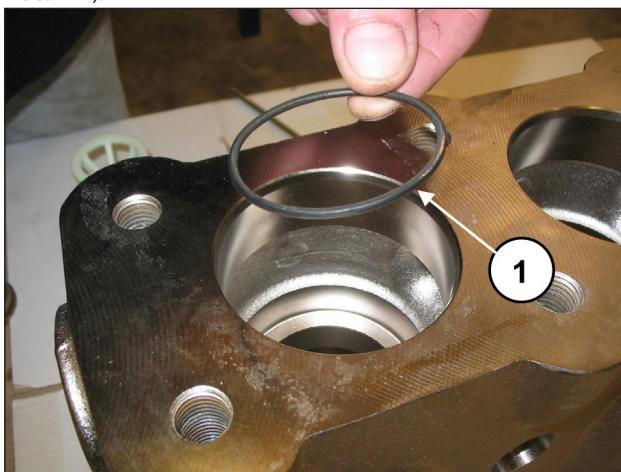

Abb. 114
Setzen Sie den O-Ring ein, Pos. 6 Explosionszeichnung (Pos. ①, Abb. 114).